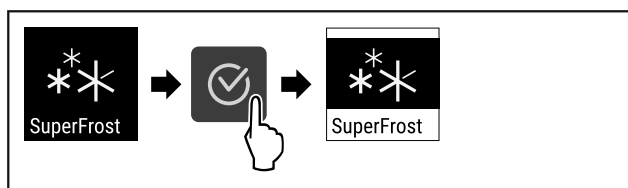

Fig. 64
- ▶ Provedte akční kroky (viz Fig. 64) .